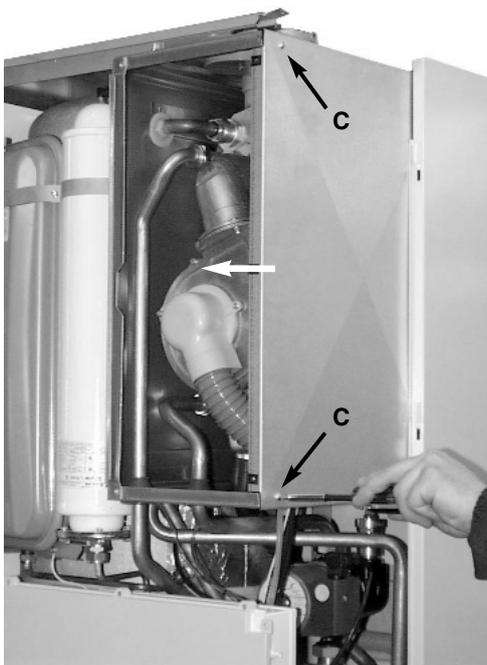

fig. 17-6
- svitare e togliere le viti laterali esterne C (fig. 17-6)